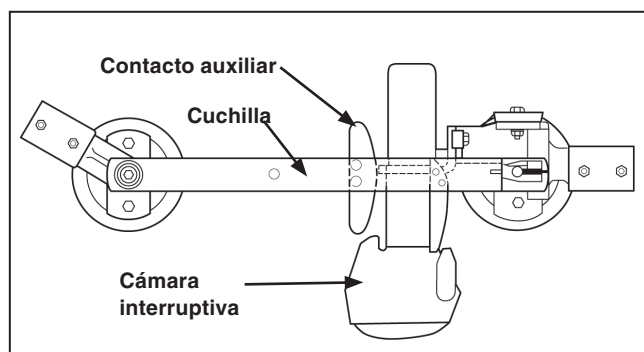

Figura 42. Conjunto de cuchillas moviéndose en dirección de apertura.
- (d) Mueva las cuchillas en la dirección de *apertura* y verifique que cada contacto auxiliar de la cuchilla se enganche firmemente a su carcasa de la cámara interruptiva respectiva antes de que los contactos de la cuchilla se desenganchen de los ensambles de contacto estacionario principal. Ver Figura 42. Los contactos auxiliares pueden ser doblados según se requiera para cumplir con estas condiciones.